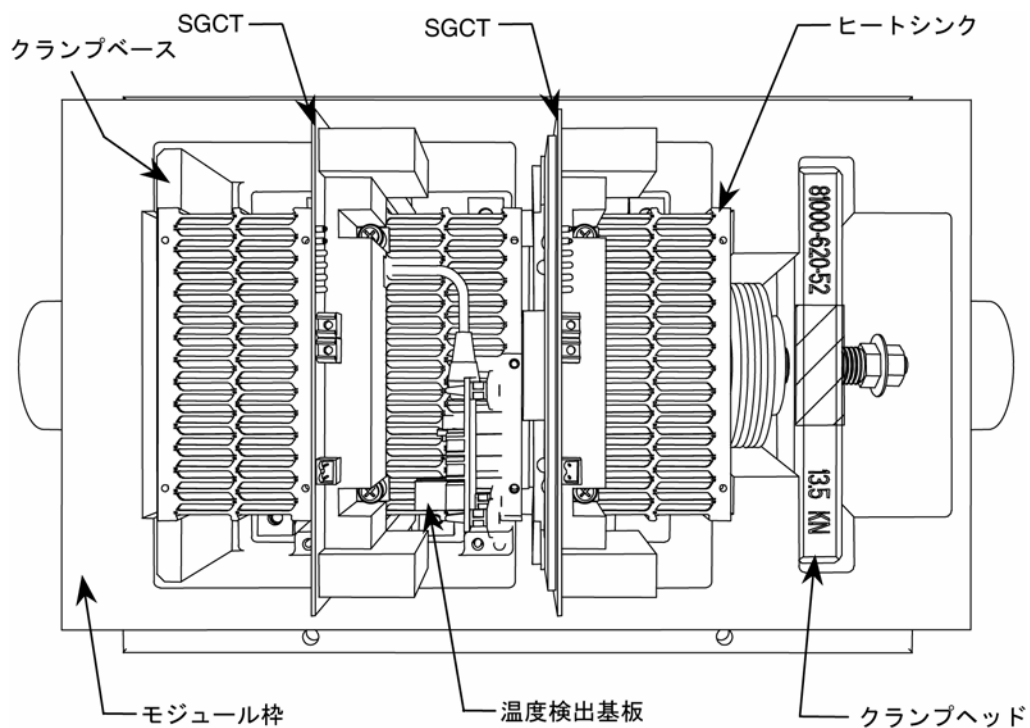
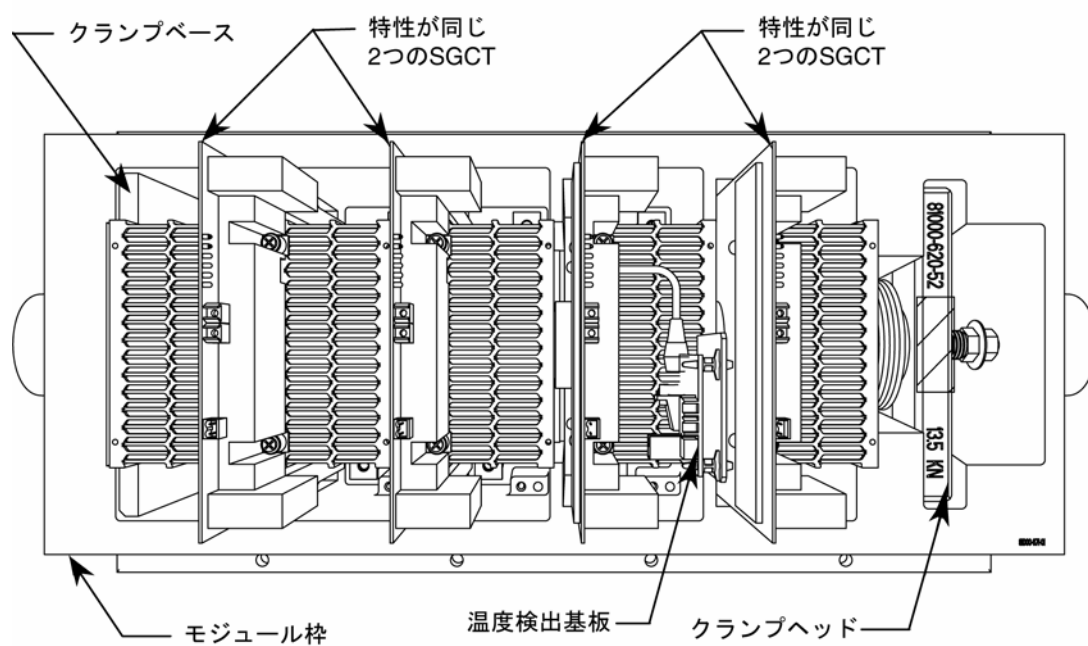
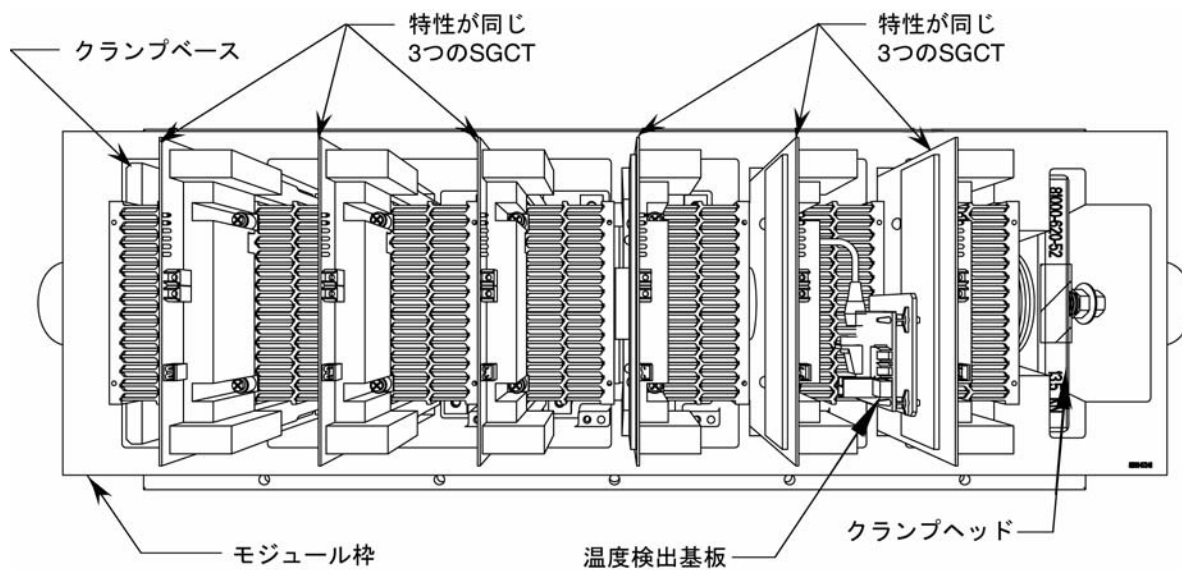

図 5.15 2素子のパワーケージ
図 5.16 4素子のパワーケージ
図 5.17 6素子のパワーケース
4. 温度センサ付きのヒートシンクに固定されている電力素子基板(SGCTまたはSCR)を取り外します(図 5.15、図 5.16、または図 5.17を参照してください)。